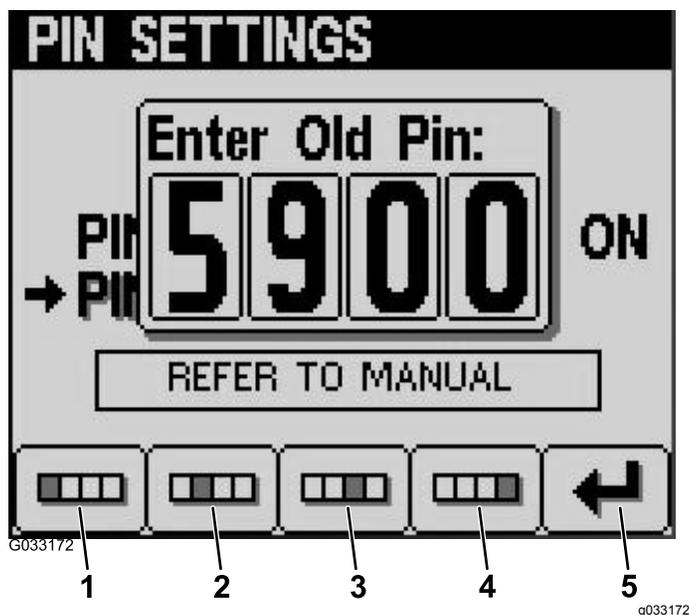

図 24
6. ボタン 14 を使って PIN を入力し、入力が完了したらボタン 5 を押す (図 24)。